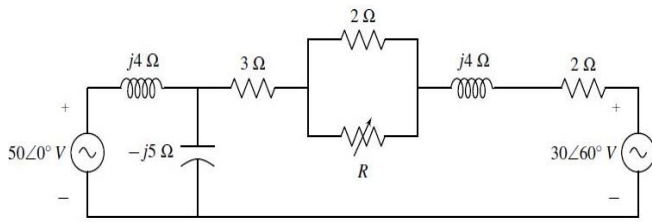

Figura 5. Circuito del numeral 2.7
2.7. Para el circuito de la figura 5, determinar el valor de R que brinde la más rápida disipación de calor.